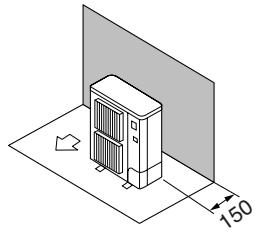

Fig. 2-2
① Hindernisse nur auf der Rückseite (Fig. 2-2)